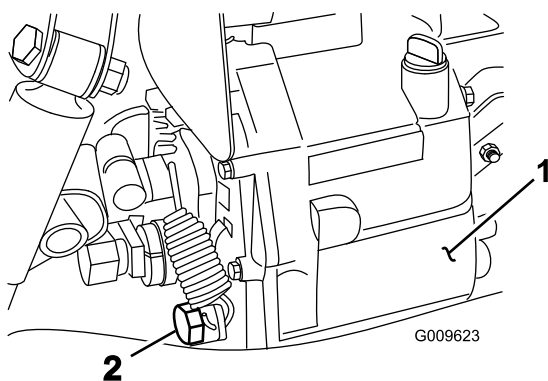

Рисунок 76
2. Снимите сливную пробку с боковой стороны резервуара и дайте гидравлической жидкости стечь в сливной поддон (Рисунок 76).